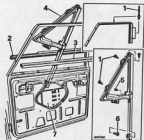

Abb. 4
- Fensterkurbel ausbauen, siehe Arbeiten (1) bis (5).
- Pop-Nieten ausschrauben, die die obere Türleiste sichern, die drei Schrauben lösen und Leiste abnehmen, siehe Abbildung 4.
- Innere und äußere Schienenleisten sorgfältig abhebeln (Abb. 4).
- Die zwei Schrauben abnehmen, die das Ausstellfenster an der Tür sichern, siehe Abb. 4.
- Ausstellfenster herausnehmen (Abb. 4).
- Ausstellfenster halten und die fünf Sicherungsschrauben (die drei Schrauben am oberen Rahmen sichern auch die obere Türleiste) einsetzen. Die anderen beiden Schrauben fest anziehen und jene, die die Leiste halten entfernen (Abb. 4).
- (1) Arbeiten (1) bis (5) in Abschnitt 3 vornehmen.
- (2) Ausbaueinheiten (2) bis (6) in Abschnitt 4 vorschieben um das Ausstellfenster auszubauen.
- (3) Türglas herausheben (Abb. 4).